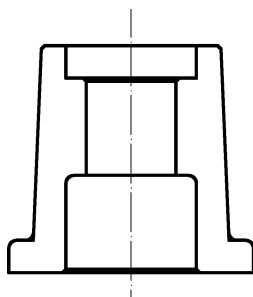

图 11-26 绘制圆角示例
2) 绘制圆角。选择“修改”面板→“圆角”命令，输入圆角距离，指定各边后，可以进行圆角，结果如图11-26所示。